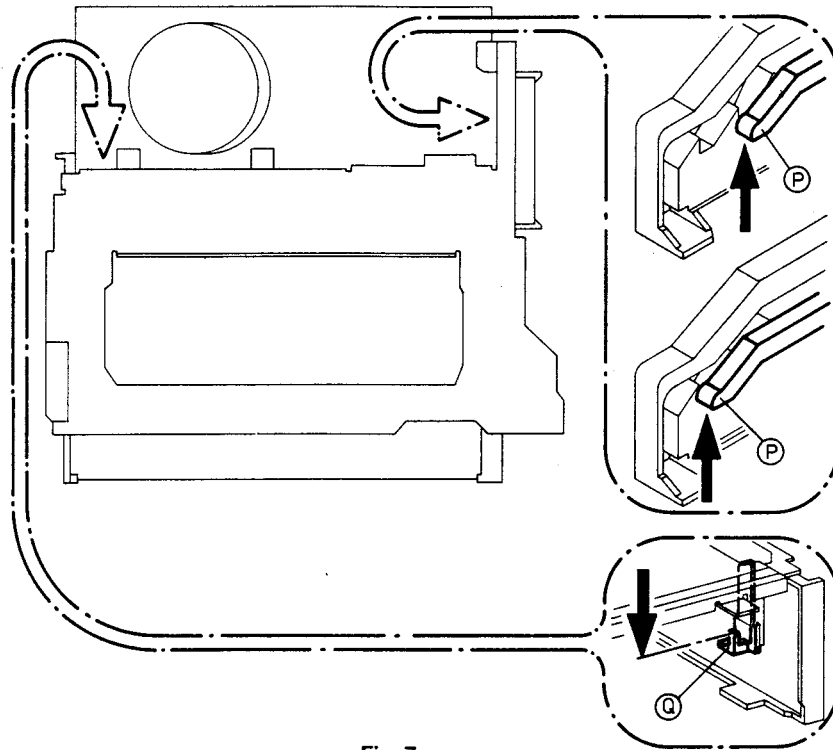

Fig. 7
- Riemenscheibe (137) ca. 3 Umdrehungen im Uhrzeigersinn drehen.
- Sicherungshebel (P) ausrasten (Fig. 7).
- Riemenscheibe (137) eine Umdrehung weiterdrehen.
- Hebel (Q) nach unten drücken und Sicherungshebel (P) erneut ausrasten.
- Cassettenschacht durch Weiterdrehen der Riemenscheibe (137) im Uhrzeigersinn vollständig absenken.
- Rotate the drive belt pulley (137) approx. 3 revolutions in the clockwise direction.
- Release the locking lever (P) (Fig. 7)
- Rotate the drive belt pulley (137) by one more revolution.
- Push the lever (Q) down and release the locking lever (P) once again.
- Lower the cassette compartment fully by rotating the drive belt pulley (137) further in a clockwise direction.